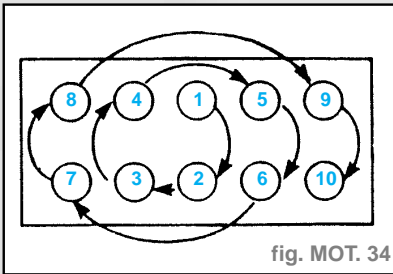

fig. MOT. 34
- Effectuer dans l'ordre prescrit (fig. MOT. 34).